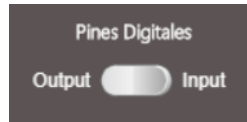

Figura 5.7: Pin de salida
3. Ubicar el bloque de *Pines digitales* (figura 5.7); asegurar que esté activada la opción de pin de salida (*Output*).